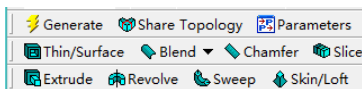

图 3-11 特征工具条
(9) 特征工具条 图 3-11 所示为特征工具条。其中, “Generate” 为模型重建按钮; “Share Topology” 为模型增加或删除分享拓扑结构的按钮; “Parameters” 为参数按钮; 其余按钮功能可以从表 3-2~表 3-4 中找到。